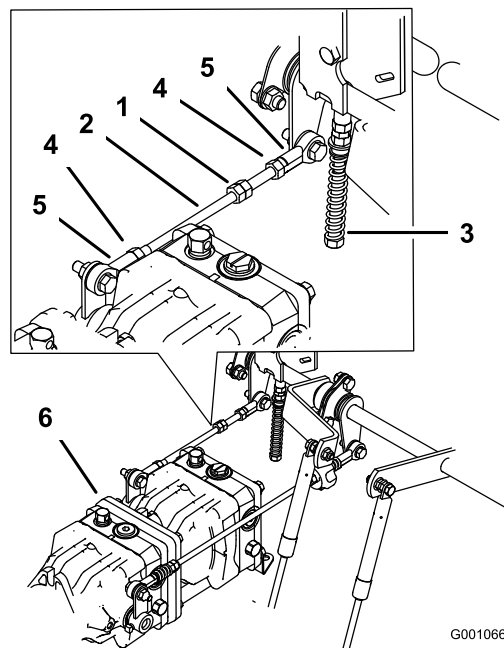

Figure 66
- Serrez les contre-écrous contre les rotules (Figure 66).
- Desserrez les contre-écrous sur les rotules de la tige de commande de la pompe (Figure 66).
- Régalez la longueur de la tige de pompe en tournant les doubles écrous dans le sens voulu, jusqu'à ce que la roue soit immobilisée ou tourne légèrement en marche arrière (Figure 66).